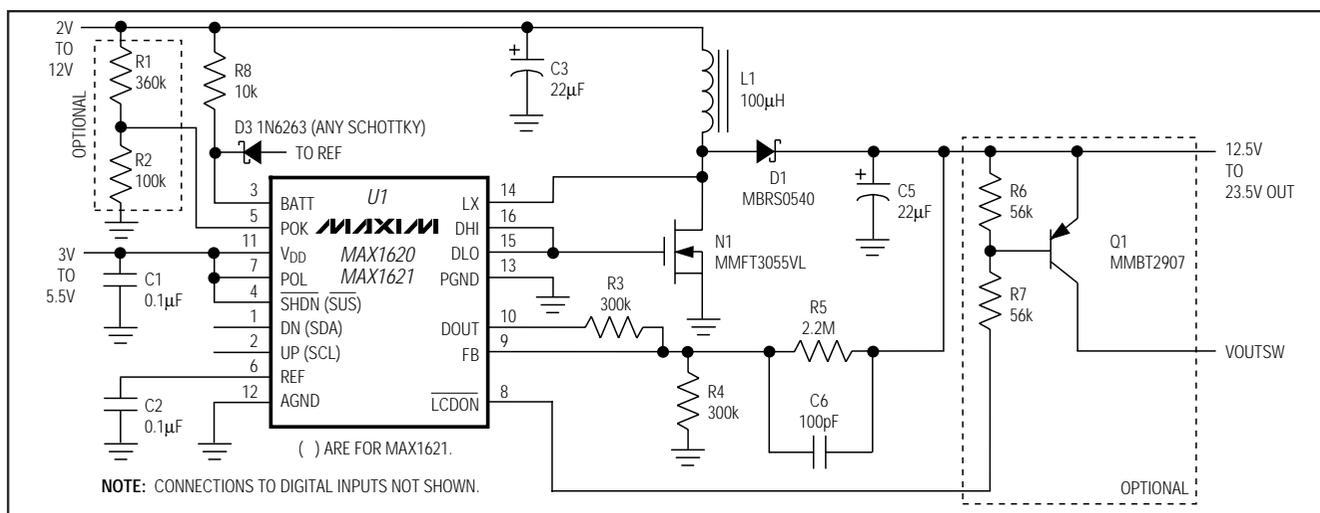

図4. 標準動作回路(正出力)
正出力電圧を選択するには、極性ピン(POL)を V_{DD} に接続し、図4に示す標準的なブーストポロジータを使用してください。FBレギュレーション電圧は、1.5Vです。安定性を良くするため、 V_{OUT} は $1.1(V_{BATT})$ よりも大きくしてください。
出力が切断されている時に無制御の昇圧動作が生じないように、フィードバック抵抗はLCDONスイッチの出力ではなく、昇圧された電圧を検出することが必要です(図4)。
インダクタ(L1)及びIC(V_{DD})は個別の電源ソースから供給できます。これによりバッテリーからL1に直接電力が供給され、ロジック電源(3V ~ 5.5V)によりチップがバイアス(150 μA)されることで、高電圧ソースと同様に低電圧バッテリーでも動作できます。反対に、L1及び V_{DD} が同一電源で動作させる場合は、 V_{DD} の動作範囲(3V ~ 5.5V)に制限されます。L1及び V_{DD} が同一電圧から供給されている場合、D3及びR8(図4、5、6及び10)は省略され、BATTは V_{DD} に直接接続されます。
最小出力電圧は、 V_{OUT} とAGNDの間の抵抗分圧器(R4-R5、図4)によって設定されます。FBスレッシュホールド電圧は1.5Vです。分圧器の電流が約5 μA になるように、R4を300k にしてください。R5は次式で決めてください。
DACは、0V ~ 1.5Vの間で32ステップの調節が可能であり、1LSB = 1.5V/31となります。V_{OUT}のDAC調節は、分圧器回路にR3を付加することによって行います(図4)。V_{OUT,MAX}がLCDパネルの定格を超えないようにしてください。
- 3) 正出力の場合の入力検出カットオフとして。POKを入力電圧分圧器に接続します。出力は、入力設定レベルに達するまでスイッチオンされません(図4)。
入力電圧を検出してオープンドレイン出力LCDONを制御するには、抵抗分圧器(R1-R2、図4)をV_{BATT}とPOKの間に接続してください。R2 = 100k を選択してください。例えば、最小バッテリー電圧が5.3Vである場合は、次式でR1を決めてください。